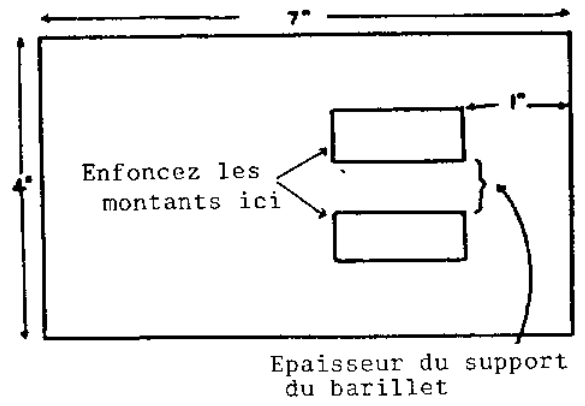

FIG. 11
23. Clouez les deux montants au socle comme le montre la fig.11.